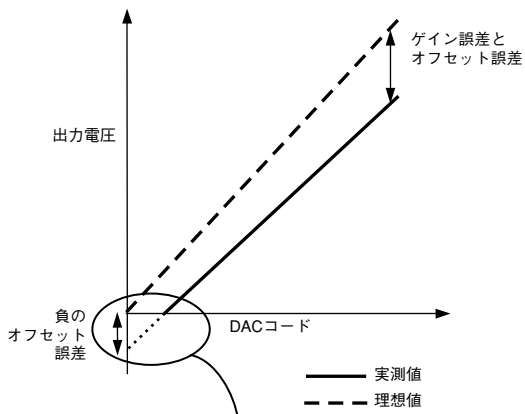

図2 負のオフセットを含む伝達関数 ( $V_{REF} = V_{DD}$ )
- 図2および3を参照してください。
これは、DACと出力アンプのオフセット誤差の測定値です (図2および3を参照)。これは負または正いずれの値にもなることがあり、mV単位で表します。